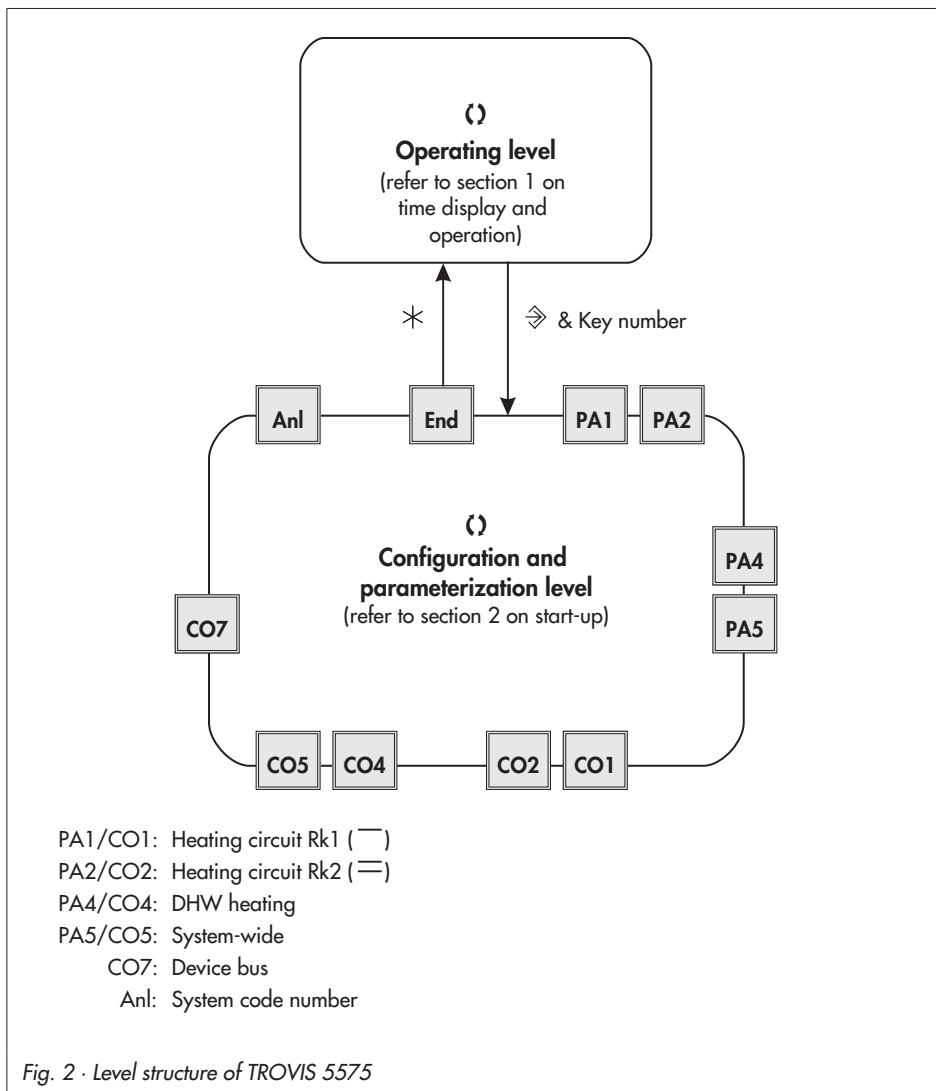

Fig. 2 · Level structure of TROVIS 5575
- ⌚ Select configuration level (-> Fig. 2).
⌚ Select parameter level (-> Fig. 2).